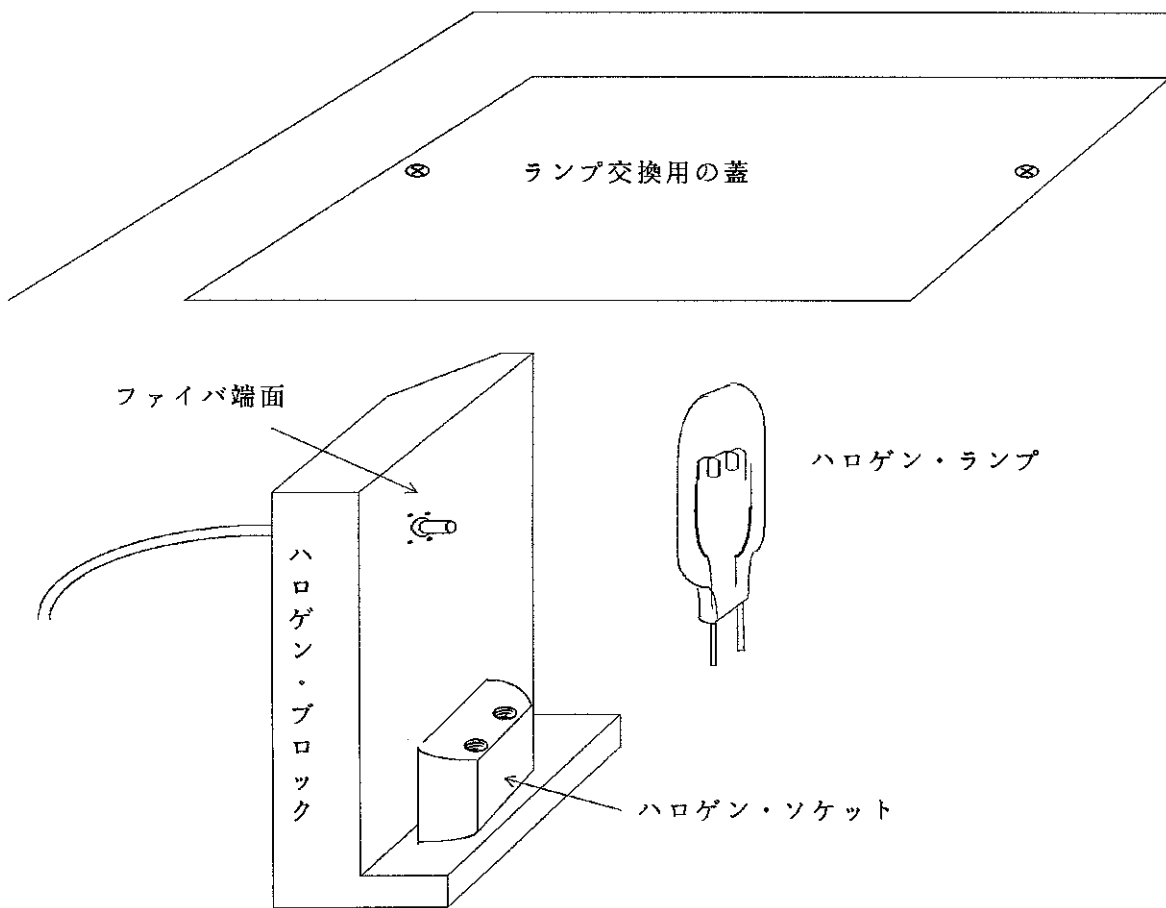

図 1-3 ランプの交換
- (1) 埃の多い場所や、直射日光、腐食性ガスの発生する場所での使用はさけて下さい。
- (2) 本器は内部の温度上昇をさけるため、冷却用ファンを使用しています。このファンは吐き出しタイプですので、周囲の通風には十分注意して下さい。特に、本器の背後に密着してものを置いたり、立てて使用しないで下さい。
- (3) 振動の多い場所での使用はさけて下さい。
- (4) 本器を長時間にわたって使用しない場合は、ビニールなどのカバーを被せるか、または段ボール箱に入れて下さい。
- (5) 本器は水平の状態でお使い下さい。また、不安定な台車の使用もさけて下さい。
- (6) 試料室に納めてある光学部品ホルダは、輸送時には金具（図 1-3）によって固定されていますので、金具を取り外して御使用下さい。金具は2本のネジを外すことで取り外せます。